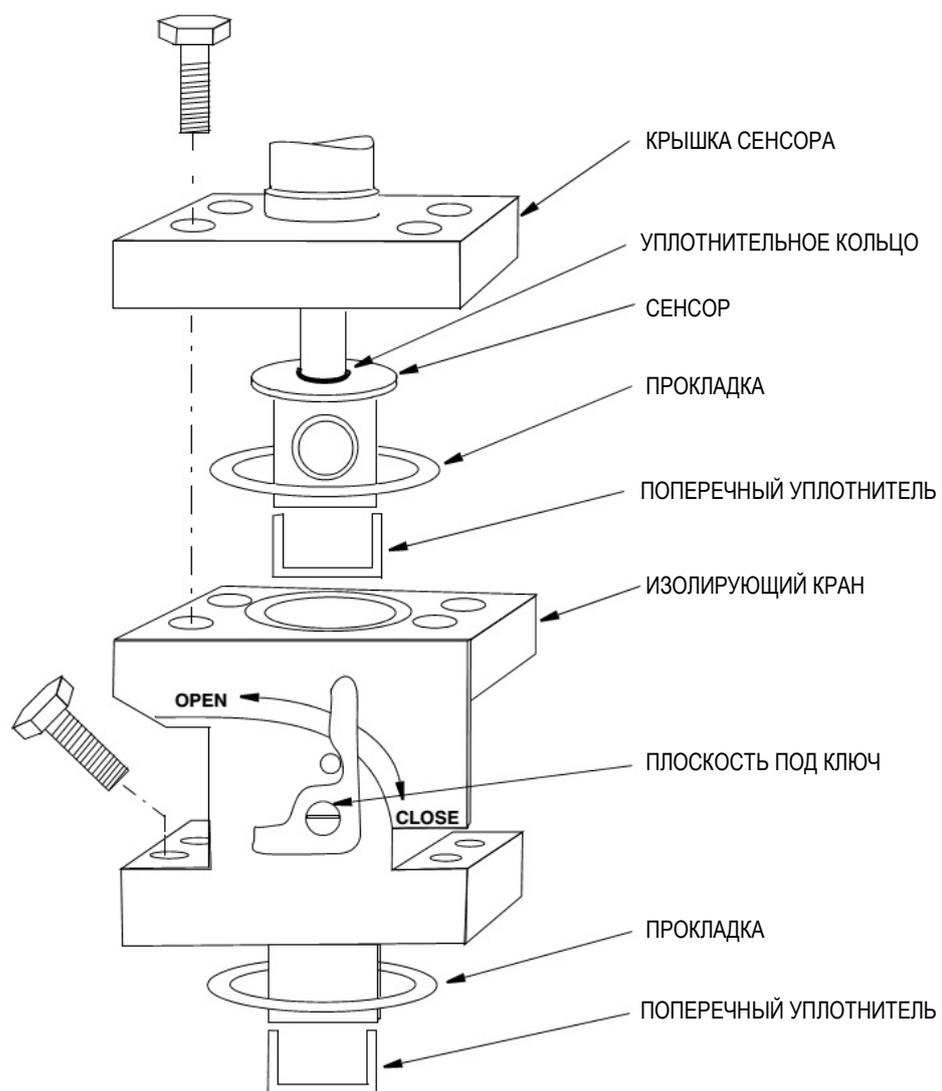
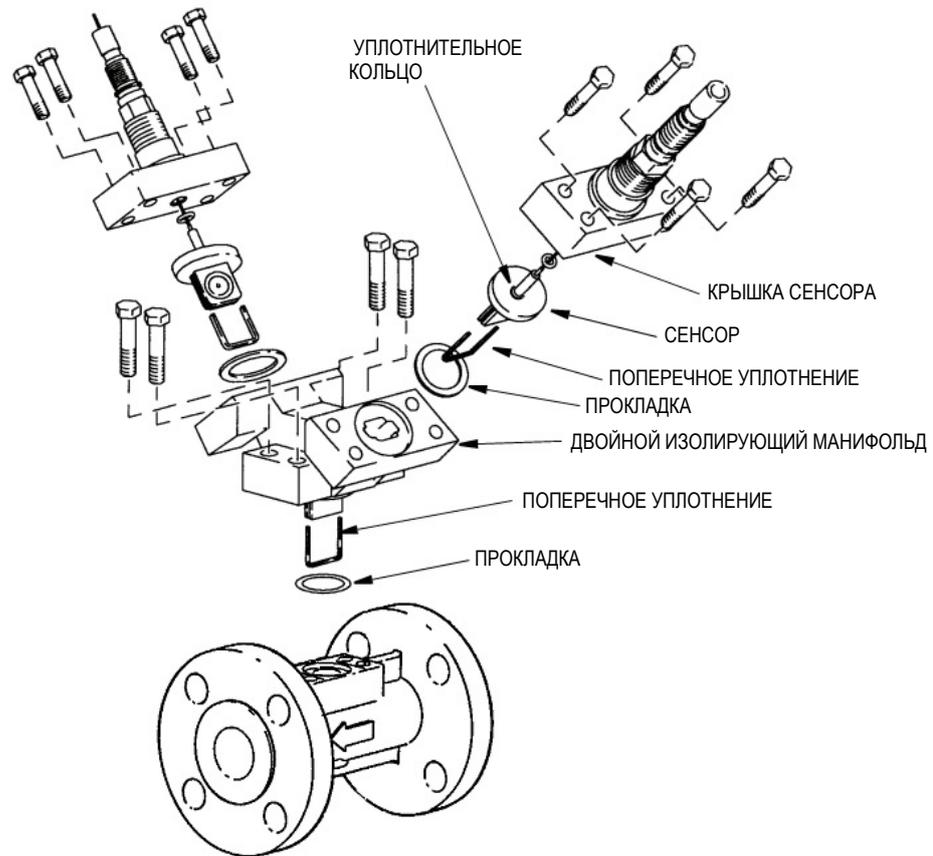

Рисунок 59. Одиночный изолирующий кран (Стиль А)
Рисунок 60. Двойной изолирующий манифольд (Стиль А)
1. Закройте кран. Он представляет собой двухходовой шаровой кран с поворотом $\frac{1}{4}$ полного оборота. Используйте гаечный ключ и плоские поверхности штока крана, чтобы повернуть его на $\frac{1}{4}$ оборота по часовой стрелке. См. рисунок 59.
3. Установите новые прокладку и поперечное уплотнение на нижнюю секцию корпуса крана и установите кран на корпус расходомера. См. рисунок 59 или рисунок 60. Используются такие же прокладки и поперечные уплотнения, которые применяются для сенсоров.